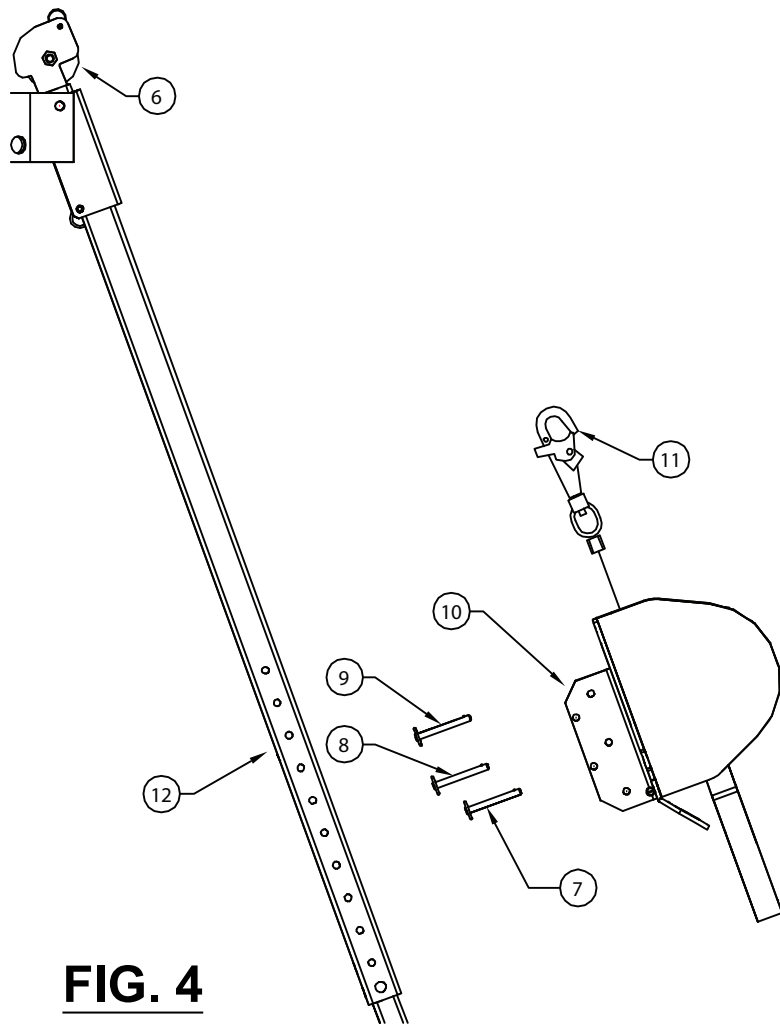

FIG. 4
2. Remova os pinos de montagem do guincho [7], [8], [9] do respectivo suporte [10] e posicione o guincho de modo que o cabo [11] saia do guincho conforme apresentado (Consulte a Fig. 4).